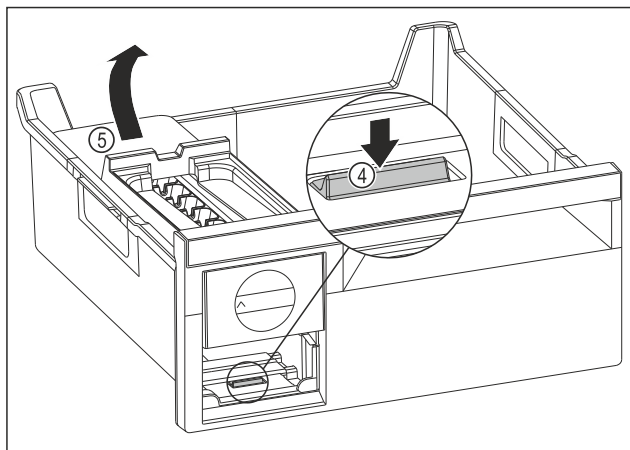

Fig. 136
- ▶ Wymywanie korpusu EasyTwist-Ice: Nacisnąć nakładkę Fig. 136 (4) palcem w dół i jednocześnie podnieść korpus EasyTwist-Ice Fig. 136 (5) od tyłu drugą ręką.